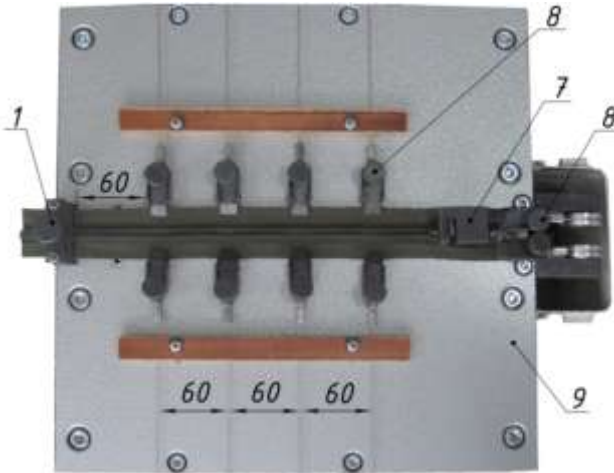

Рис. 3
6. Установить зажимы грузов поперечной нагрузки, согласно размеров на рис. 3 таким образом, чтобы при перемещении замок застёжки свободно проходил между зажимами.